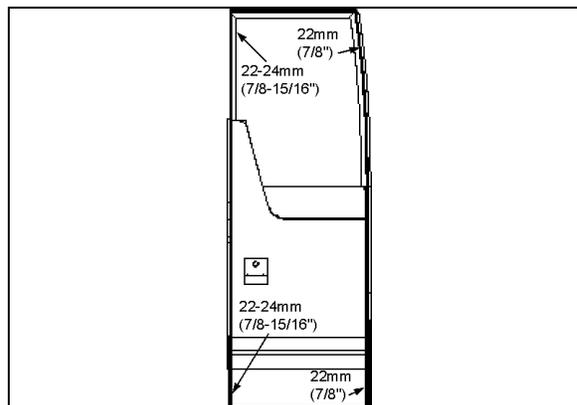

FIGURE 29: AJUSTEMENT DE LA COMPRESSION DU JOINT 18632
2. Depuis l'extérieur du véhicule, insérer un bord droit dans le trou le long du périmètre extérieur de la porte. Mesurer la distance entre l'encadrement de porte et la surface extérieure de la porte aux quatre coins de la porte (Voir Figure 29).